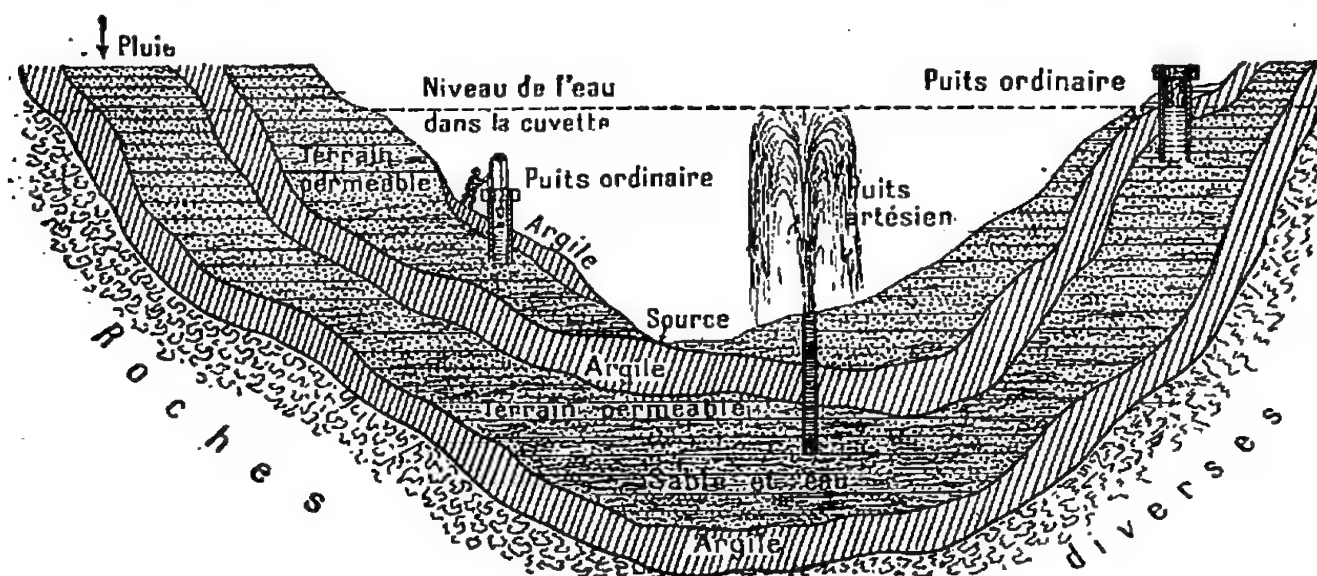

Fig. 39. — Coupe d'un terrain montrant comment l'eau se comporte dans les puits ordinaires et les puits artésiens.
**3. Sources et puits.** — Lorsqu'on examine une carrière, une tranchée de chemin de fer, on voit que le **sous-sol** est formé de couches de terrain placées les unes au-dessus des autres. Les unes se laissent facilement traverser par l'eau, on les appelle couches **perméables**; les autres, au contraire, s'opposent au passage de l'eau, on les appelle couches **imperméables**. — Lorsque la pluie tombe, une partie ruisselle à la surface du sol, et forme les torrents et les rivières. C'est l'eau de ruissellement. Mais la plus grande partie, l'eau d'infiltration, pénètre dans le sol et s'y enfonce jusqu'à ce qu'elle rencontre une couche de terrain *imperméable*. Si cette couche est inclinée, l'eau en suit la pente et peut arriver dans la vallée à la surface du sol, où elle jaillit en source. Sinon, elle forme sur la couche de terrain imperméable une *nappé d'eau souterraine* (fig. 39).
Lorsqu'on creuse un trou dans un terrain contenant une *nappe d'eau*, on obtient un *puits* (fig. 39). On doit éviter de creuser les puits dans le voisinage des lieux d'aisances et des fosses à purin, car l'eau peut être empoisonnée par les liquides qui en proviennent.
Si donc, dans une plaine ou une vallée, on *fore*1 un trou qui traverse la couche d'argile supérieure, l'eau montera dans ce puits ou même en jaillira en *jet d'eau*. C'est une application du principe des *vases communicants*. Les puits de ce genre sont appelés **puits artésiens** (fig. 39) parce que les premiers ont été creusés dans l'Artois.